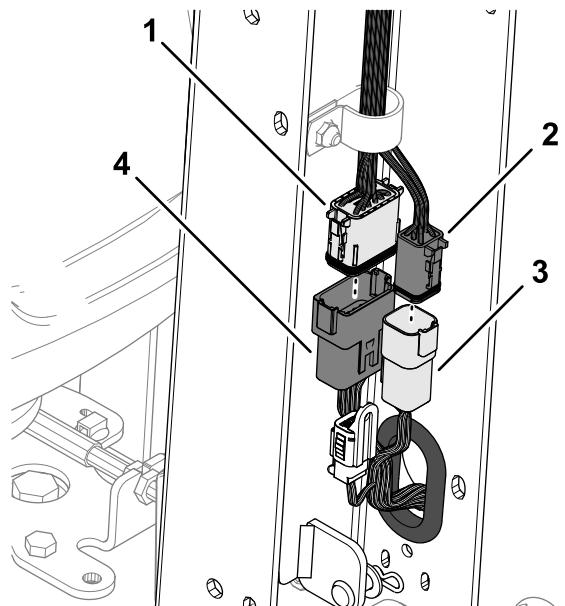

Figura 9
2. Collegate il connettore a 12 pin del cablaggio preassemblato della macchina al connettore a 12 prese del cablaggio preassemblato della maniglia (Figura 9).